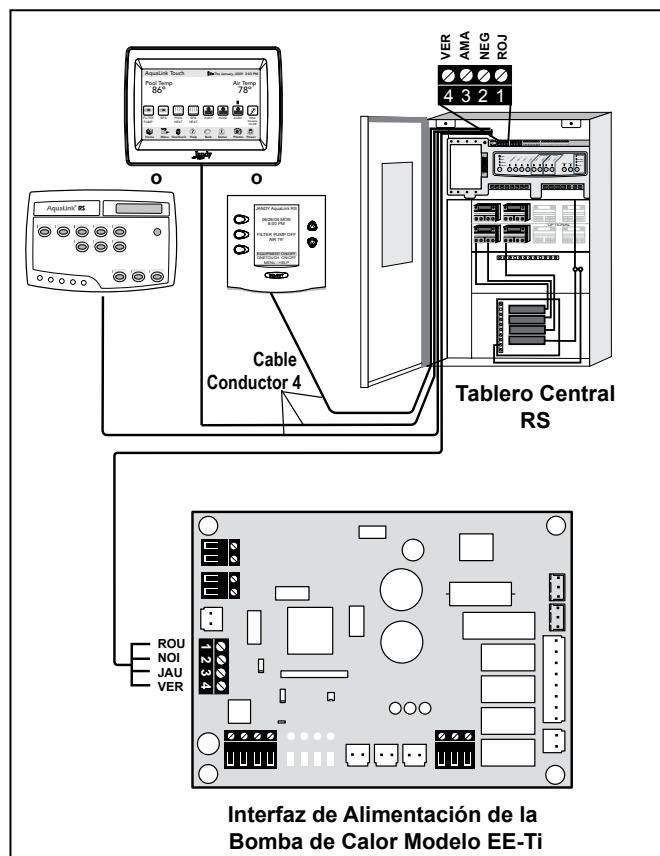

Figura 14. Conexión de la Bomba de Calor EE-Ti al Centro de Alimentación
- Asegúrese que las revisiones del software de la bomba de calor EE-Ti y el Aqualink RS sean compatibles (véase Figura 14).